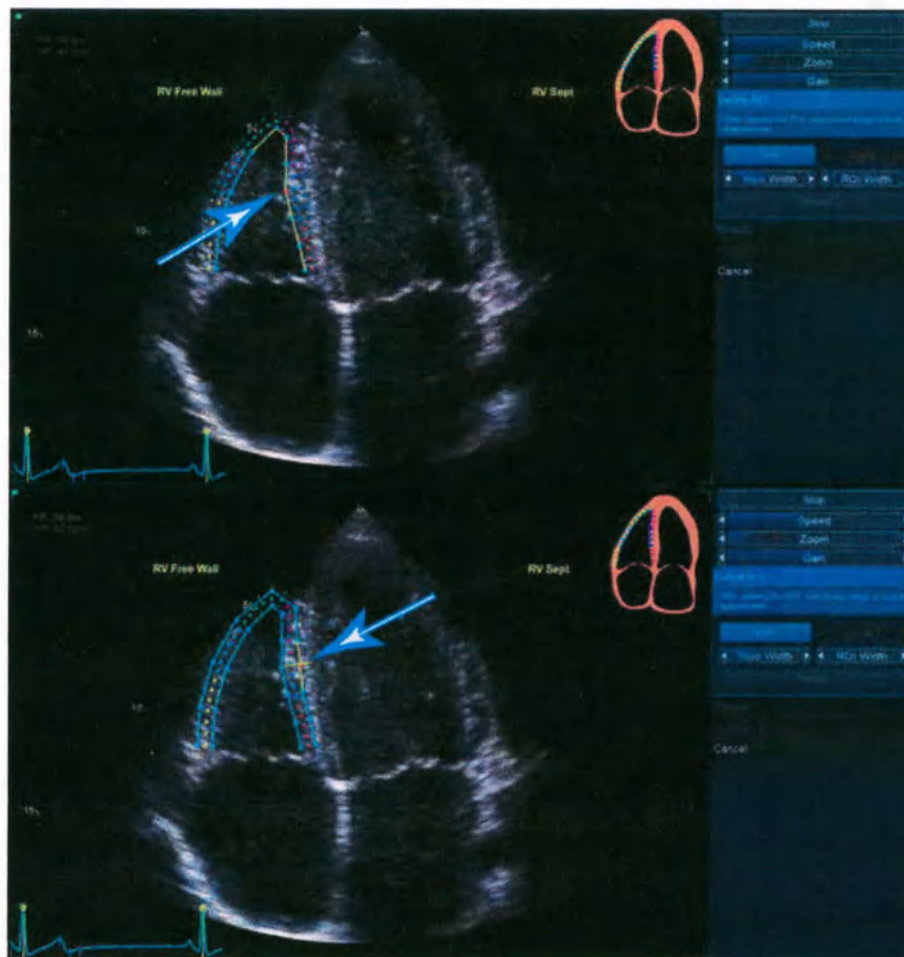

Рис. 7-26. Опции редактирования ИО
- Нажмите и перетащите (или нажмите, переместите мышь и отпустите кнопку) эндокардиальную часть ИО. Редактирование эндокарда изменяет всю ИО (Рис. 7-26, верхняя часть).
- Нажмите и перетащите (или нажмите, переместите мышь и отпустите кнопку) точки привязки в эпикардиальной ИО (высвечиваются красным при наведении курсора мыши). Редактирование эпикарда изменяет только эпикардиальную часть (Рис. 7-26, нижняя часть).